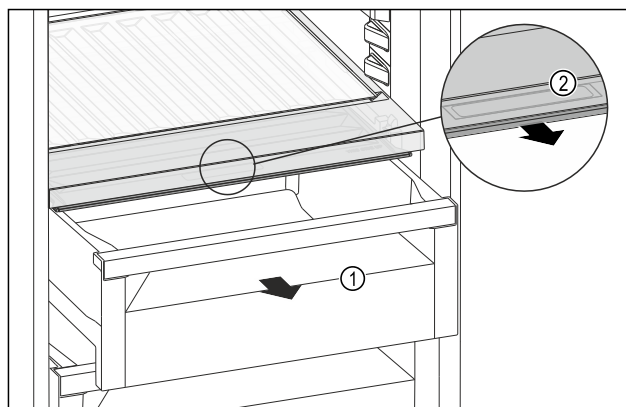

Fig. 168
- ▶ Schubfach Fig. 168 (1) herausziehen.
- ▶ Griffmulde Fig. 168 (2) am Fachdeckel anfassen und Fachdeckel gleichzeitig nach vorne ziehen.